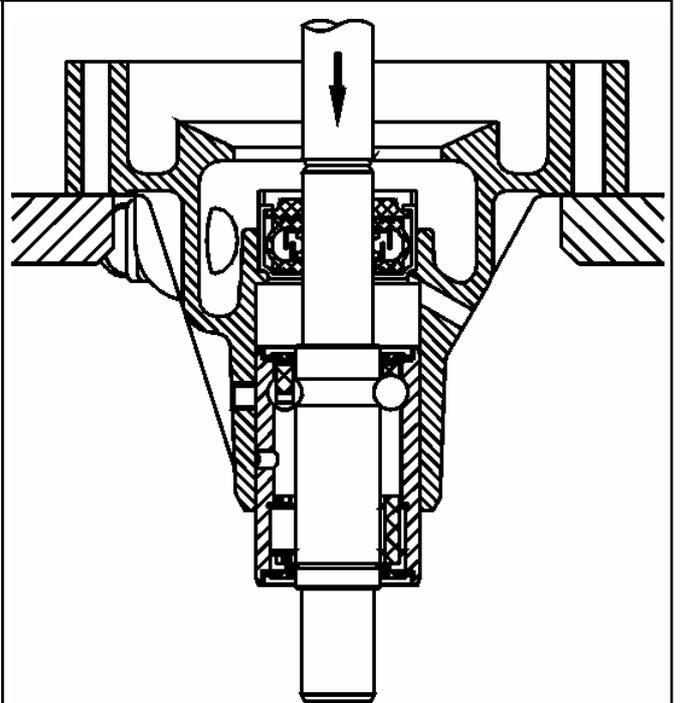

Рис. 4.20. Выпрессовка подшипника в сборе с валом из корпуса насоса
- выпрессовать из корпуса подшипник в сборе с валиком (рис. 4.20). Выпрессовку производите на прессе или выбивайте медным молотком через оправку;